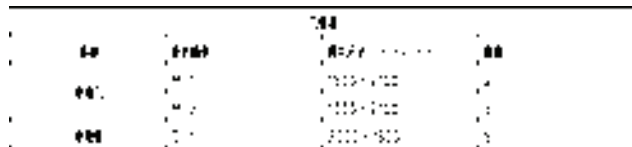

图 8-85 打开素材
1) 按〈Ctrl+O〉组合键,打开配套光盘提供的“第 8 章/8.4.5 表行编辑.dwg”素材文件,结果如图 8-85 所示。